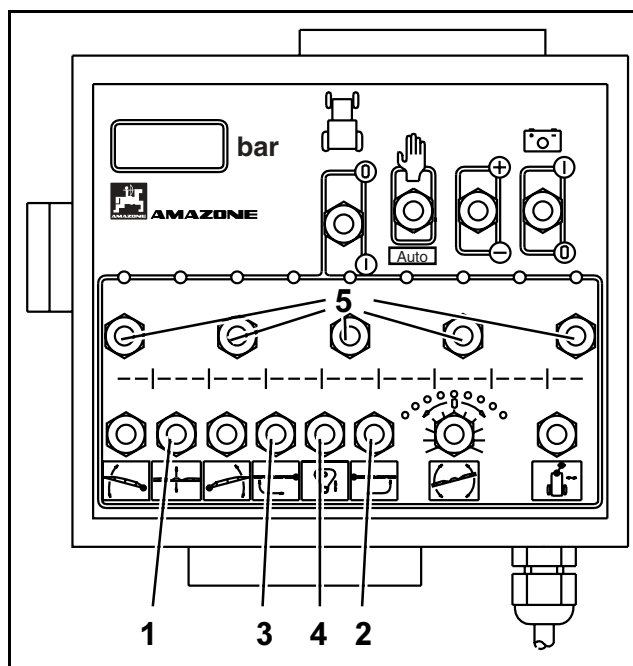

Рис. 88
- Нажмите клавишу (Рис. 88/4) и заблокируйте устройство гашения колебаний в транспортном положении.
- Нажмите клавишу (Рис. 88/1) и при помощи устройства регулировки высоты установите рабочую высоту штанг опрыскивателя.
- Нажмите клавишу (Рис. 88/2 или Рис. 88/3) и сложите, как необходимо, правую или левую боковую консоль.
- Распределительные линии сложенных сегментов боковых консолей отключите при помощи соответствующего переключателя распределительных линий (Рис. 88/5).
- Нажмите клавишу (Рис. 88/4) и разблокируйте в транспортном положении устройство гашения колебаний.